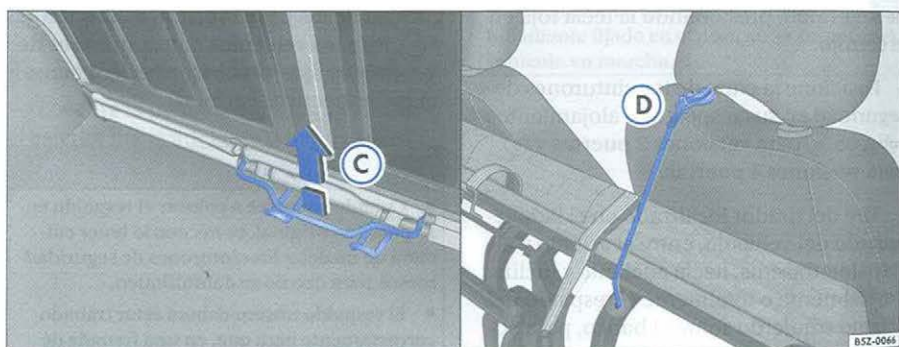
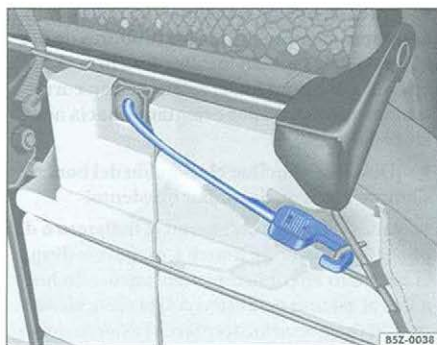

Fig. 88 Palanca para desbloquear el conjunto del piso / asiento inclinado fijado con la cinta elástica roja en la guía del apoyo para cabeza
Fig. 91 Alojamiento de la cinta elástica roja
– Tire de la palanca ⇒ página 104, fig. 88 ② para desbloquear el conjunto del piso, y al mismo tiempo, levántelo **cuidadosamente** en la dirección de los asientos delanteros ⇒ ⚠.
– Localice la cinta elástica roja, que está alojada en la parte inferior del asiento y encaje el gancho de la cinta elástica roja en la varilla del apoyo para cabeza del asiento del pasajero ⇒ página 104, fig. 88 ③, inmobilizando el conjunto ⇒ ⚠.
- Suelte el gancho de la cinta elástica roja de la guía del apoyo para cabeza ⇒ página 104, fig. 88 ⑥ y encájelo debajo del asiento trasero ⇒ fig. 91.